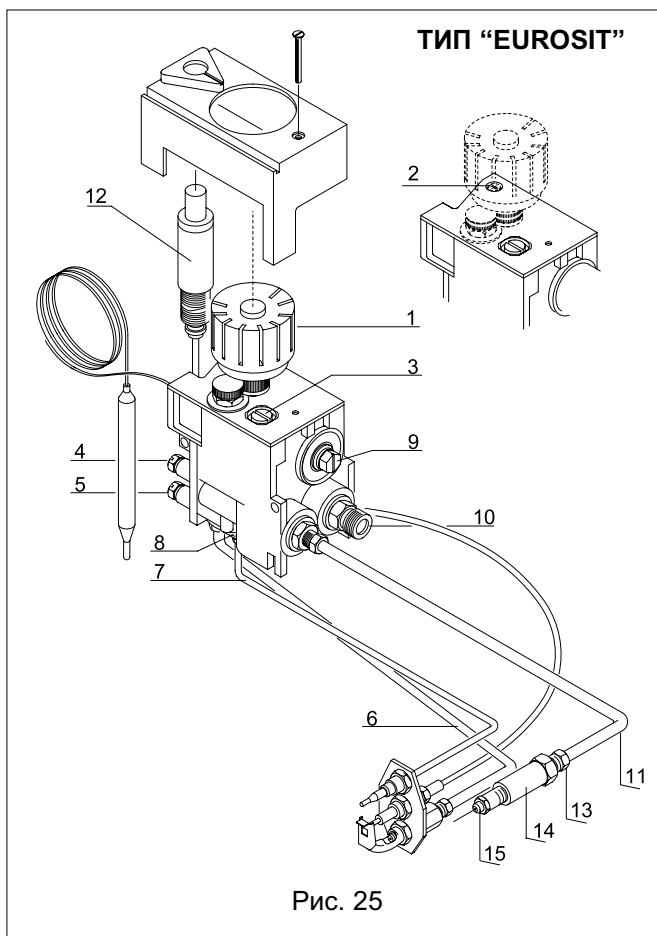

Рис. 25
Для сжиженного газа (бутан-пропан) регулятор расхода на газовом клапане должен быть отключен. Для этого достаточно отвернуть на оборота регулятор давления 9 (рис. 25) для конвектора с пилотным пламенем (типа EUROSIT) Для обеспечения правильного расхода газа, измеренное значение давление должно быть 20 mbar.
Для конвекторов с электронной системой управления (WHITE ROGER или SIT 850 MICRO) достаточно полностью завернуть регулятор давления 3 (рис. 25а).
Проверка сетевого давления газа проводится с использованием патрубк давления (5 рис. 25 и 2 рис. 25а) на входе клапана (при работающем конвекторе). Если значение давления газа в сети не соответствует требуемому, необходимо оттарировать клапан (при работающем конвекторе), вращая регулятор давления, расположенный на выходе клапана.
Рис. 25а
- 3) Снять трубу подвода газа на главную горелку (11), воздействовав на уплотнительную муфту (13) (см. рис. 25).
- 4) Снять соплодержатель(14) и сопло (15); заменить его соплом, имеющимся в наборе для перевода, проверив соответствует ли диаметр тому, что указан на табличке с заводской маркой.
- 5) Исключить регулятор давления клапана, завернув до конца винт (9) по часовой стрелке (+).
- 6) Снять газовую трубу (6) на запальнике; снять сопло запальника и заменить его тем, что имеется в наборе для перевода.
- 3) Снять трубу подвода газа на главную горелку (11), воздействовав на уплотнительную муфту
(13) (см. рис. 25).
- 1) Установить рукоятку (1) в положение (★) на указателе (см.рис. 25).
- 2) Нажать до конца рукоятку (1) и держать ее нажатой около 10-ти секунд.
- 3) Нажать пьезоэлектрическую кнопку (12) для зажигания горелки запальника.
- 4) После того как горелка запальника загорелась, держать нажатой рукоятку (1) около 10-ти секунд, затем отпустить ее.
- 5) Повернуть рукоятку (1) против часовой стрелки для зажигания главной горелки и установить ее на указатель значений от 1 до 7, соответствующих 13° 38 °С.
- 6) Для гашения главной горелки повернуть рукоятку (1) в положение (★) на указателе, в то время как для гашения горелки запальника, и тем самым прибора, повернуть рукоятку (1) в положение (●) на указателе.